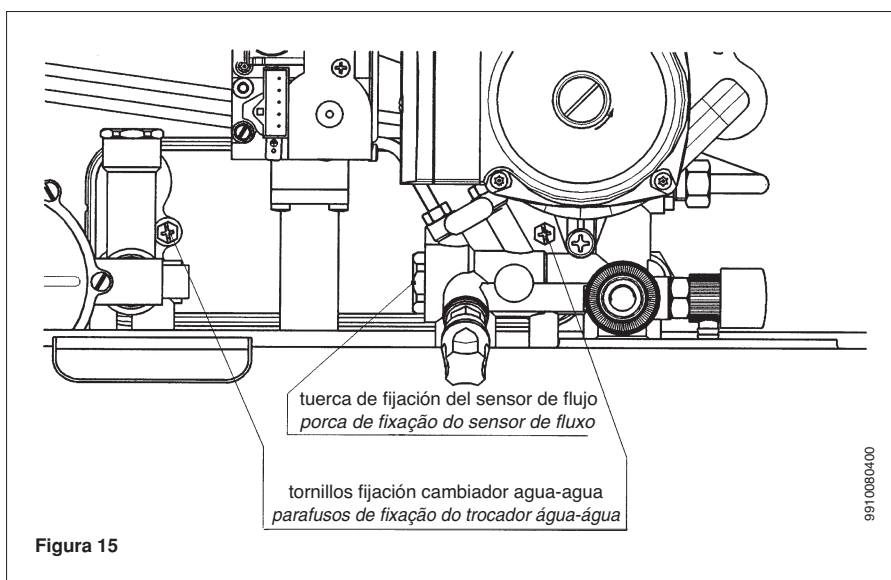

Figura 15
- desatornillar los dos tornillos, visibles frontalmente, de fijación del intercambiador agua-agua y extraerlo de su asiento (figura 15).
- tirar os dois parafusos, visíveis frontalmente, de fixação do trocador água-água e extraí-lo da sua sede (figura 15).
- Desenroscar la tuerca del grupo sensor de flujo (figura 15).
- Desapertar a porca presente no grupo sensor de fluxo (figura 15).